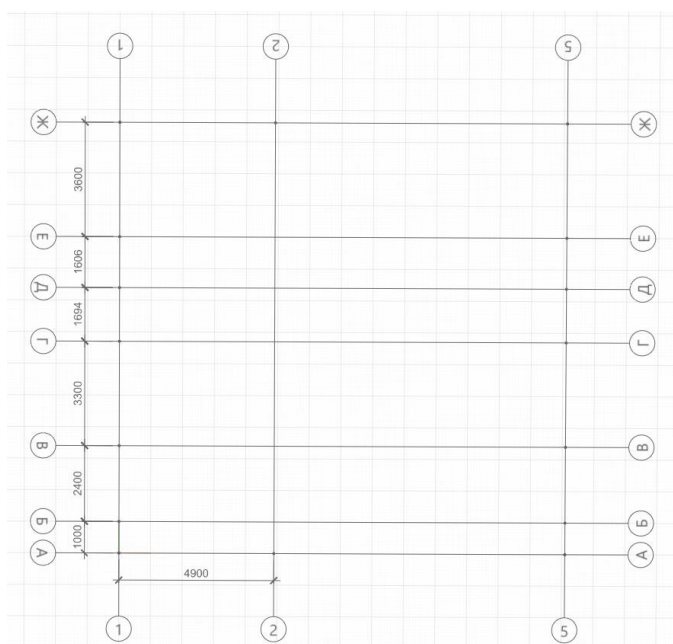

Рис. 18 Построение оси 2
11. Построим **ось 2** на расстоянии **4900 мм** от оси 1 при помощи привязки (рис. 18)